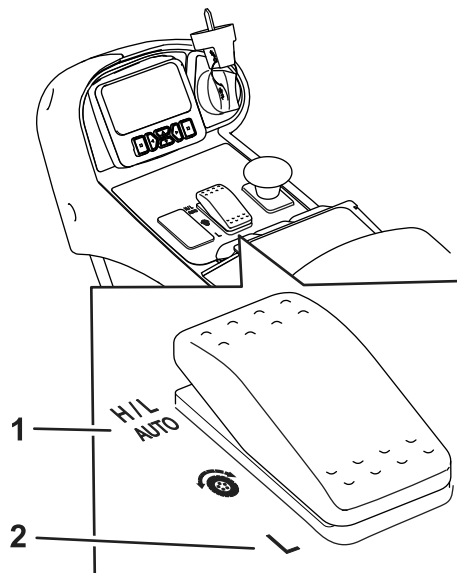

Bild 29
- Unter normalen Betriebsbedingungen ist diese Maschine für den Betrieb in der H/L AUTO-Stellung am Geschwindigkeitsbereichsschalter (Bild 29) vorgesehen. Diese Position ermöglicht es der Maschine, automatisch zwischen niedrigen und hohen Geschwindigkeitsbereichen umzuschalten, je nachdem, ob die Maschine zum Mähen oder Fahren verwendet wird.
- Wenn Sie die NIEDRIG-Stellung am Geschwindigkeitsbereichsschalter (Bild 29) wählen, arbeitet die Maschine immer im niedrigen Drehzahlbereich. Diese Einstellung ist für den Betrieb in einem Werkstattbereich, das Be- oder Entladen von einem Anhänger, das Befahren steiler Steigungen oder jeden anderen Betrieb vorzuziehen, bei dem die höheren Fahrgeschwindigkeiten des hohen Geschwindigkeitsbereichs nicht erwünscht sind.
Diese Maschine ist mit zwei Fahrgeschwindigkeitsbereichen ausgestattet: niedrig und hoch. Mit dem Geschwindigkeitsbereichsschalter können Sie die folgenden Positionen wählen (Bild 29):